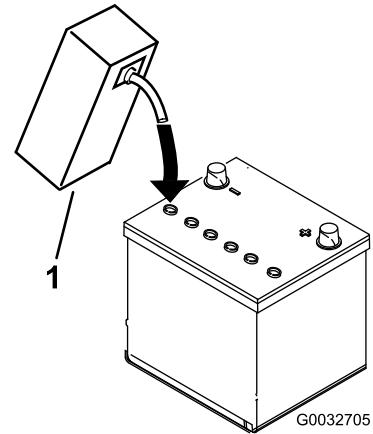

Figura 5
3. Encha cuidadosamente cada célula com eletrólito até as placas estarem cobertas com cerca de 6 mm de fluido (Figura 5).
4. Aguarde aproximadamente 20 a 30 minutos para que as placas fiquem embebidas em eletrólito. Se necessário, volte a colocar eletrólito até ficar cerca de 6 mm acima do fundo do depósito de enchimento (Figura 5).